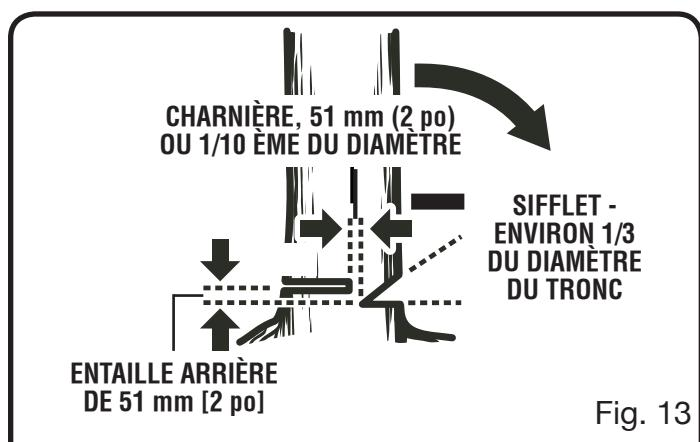

Fig. 13
- **Entaille de dessous.** Pratiquer une entaille d'environ le tiers du diamètre du tronc, perpendiculairement à la ligne de chute. Veiller à ce que les entailles du sifflet se rejoignent à angle droit par rapport à la ligne de chute. Le sifflet doit être taillé de façon à présenter une ligne droite. Pour empêcher le pincement de la scie sous le poids du bois, toujours effectuer l'entaille inférieure en premier. *Voir la figure 13.*
■ **Entaille d'abattage.** L'entaille d'abattage doit toujours être de niveau et horizontale et effectuée à au moins 51 mm (2 po) au-dessus de l'entaille horizontale du sifflet. *Voir les figures 13 et 14.*
■ Ne jamais couper jusqu'au sifflet. Toujours laisser une épaisseur de bois d'environ 51 mm (2 po) ou 1/10ème du diamètre du tronc entre l'entaille d'abattage et le sifflet. Ceci s'appelle une « charnière ». Cette charnière contrôle la chute de l'arbre et empêche le tronc de glisser, de pivoter ou de basculer sur la souche. *Voir les figures 13 et 14.*